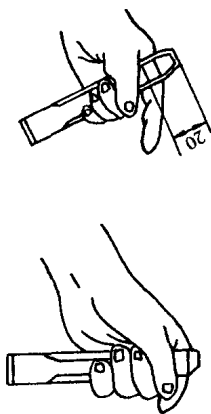

图 1 凿子的握持方法
(1) 凿子的握持法: 凿子主要用左手的中指、无名指和小指、大拇指和食指自然接触, 凿子的头部伸出约 20mm (图 1)。凿子不要握得太紧, 以减少握凿手的振动力。凿削时, 小臂要自然平放, 凿子要保持正确的倾斜角度 (后角 $= 5^{\circ} \sim 8^{\circ}$)。
(2) 凿削平面的方法: 开始凿削时, 应从工件侧面的尖角处, 轻轻起凿, 凿开缺口后把凿子逐渐地移向中间, 转入全宽凿削; 每次凿削量约 0.5 ~ 2mm。当凿削快到离尽头 10mm 左右时, 必须调头凿削剩下的部分, 尤其对青铜、铸铁等脆性材料更应这样作。否则工件尽头处就会崩裂。